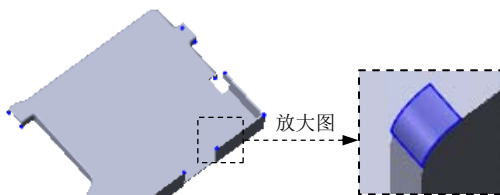

图 7.6.32 断开-边角 7
Step19. 创建图 7.6.32 所示的钣金特征——断开-边角 7。操作步骤参见 Step4，断开边角的边线 (参照随书光盘选取这 12 条边为断开参照)，圆角半径值为 1.0。